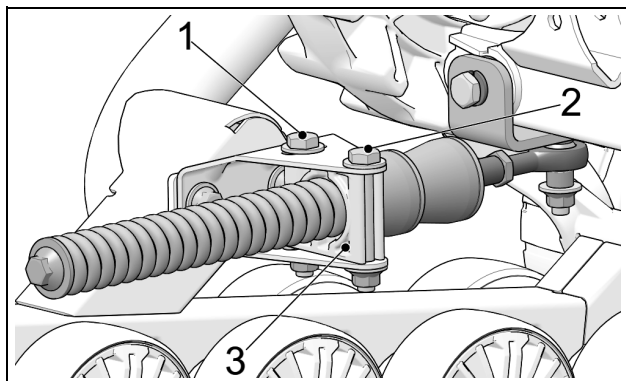

Figure 16
- Desserrer les boulons (1) et (2) de l'ancrage antirotation pour permettre à la plaque de support (3) de pivoter sur son axe. Figure 16.